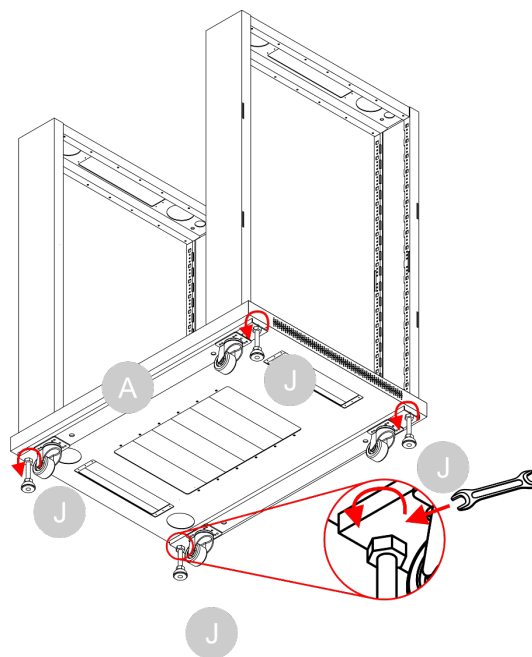

Fig. 24
07) Serrare il dado superiore dei **piediregolabili (J)** con una chiave, come illustrato nella Fig. 24.